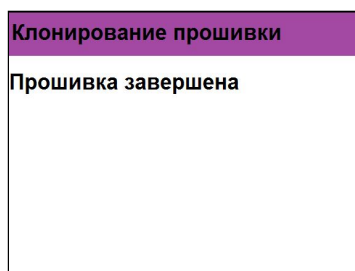

Рисунок 19 - Успешное завершение клонирования программного обеспечения на ППК
- 1.3.5. После клонирования прибор выдаст сообщение о завершении операции (рисунок 19).